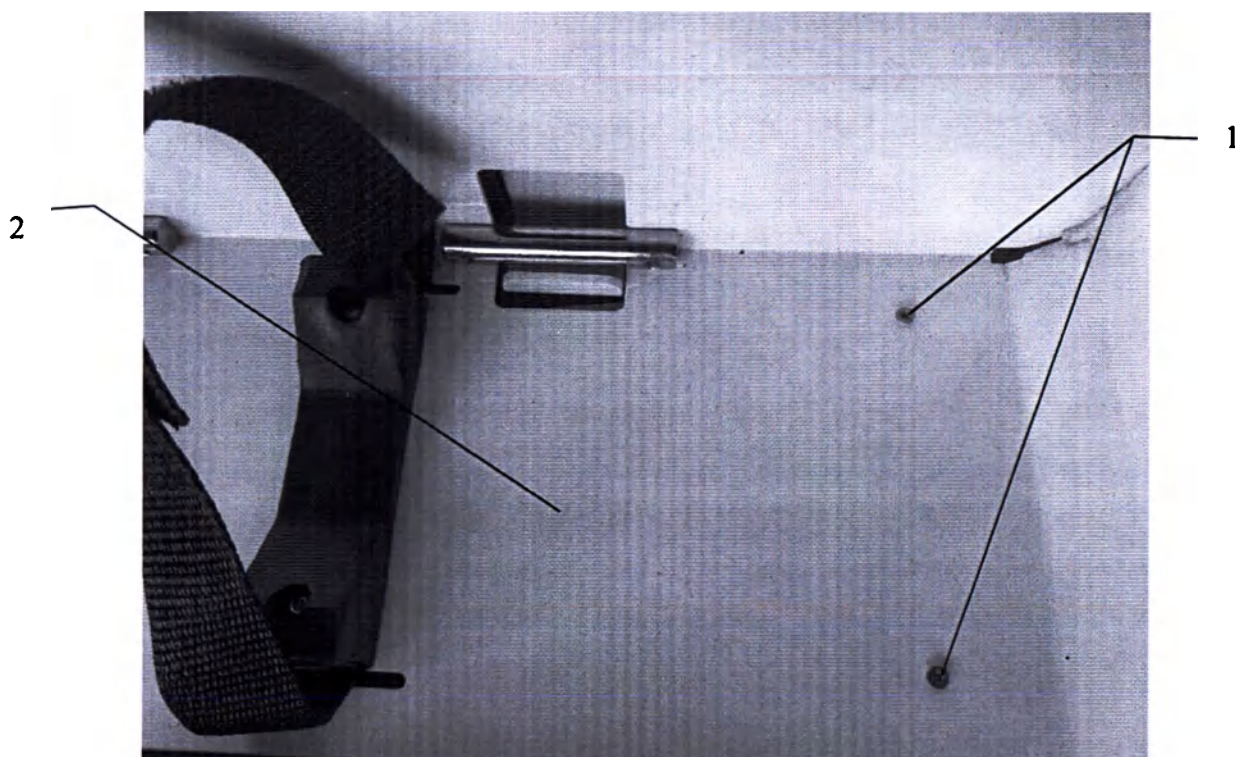

Рисунок 12 – Нижняя часть футляра (показаны саморезы с одной стороны)
- выкрутить саморезы *поз. 1 (рис. 12)*, в количестве 4-х штук, из нижней части металлического каркаса футляра *поз. 2 (рис. 12)*;